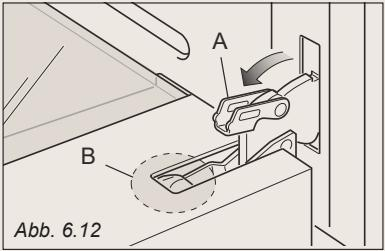
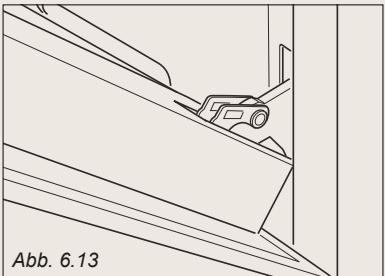

Abb. 6.12
Abb. 6.13
- \* Den Hebel **A** des rechten und des linken Scharniers vollkommen öffnen (Abb. 6.12).
- \* Die Tür langsam schließen (Abb. 6.13) bis die Hebel **A** des rechten und des linken Scharniers aus dem Teil **B** der Tür ausrasten (Abb. 6.12).